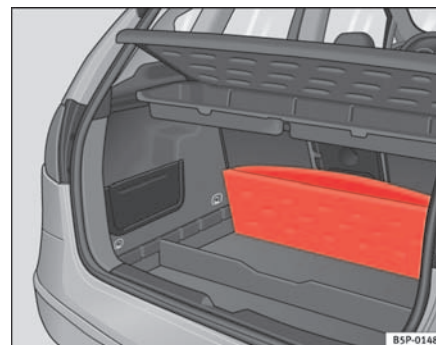

Fig. 103 Tampa do porta-bagagens dobrável
- Levantar o piso do porta-bagagens e dobrá-lo ao máximo para trás ⇒ página 141, fig. 103.